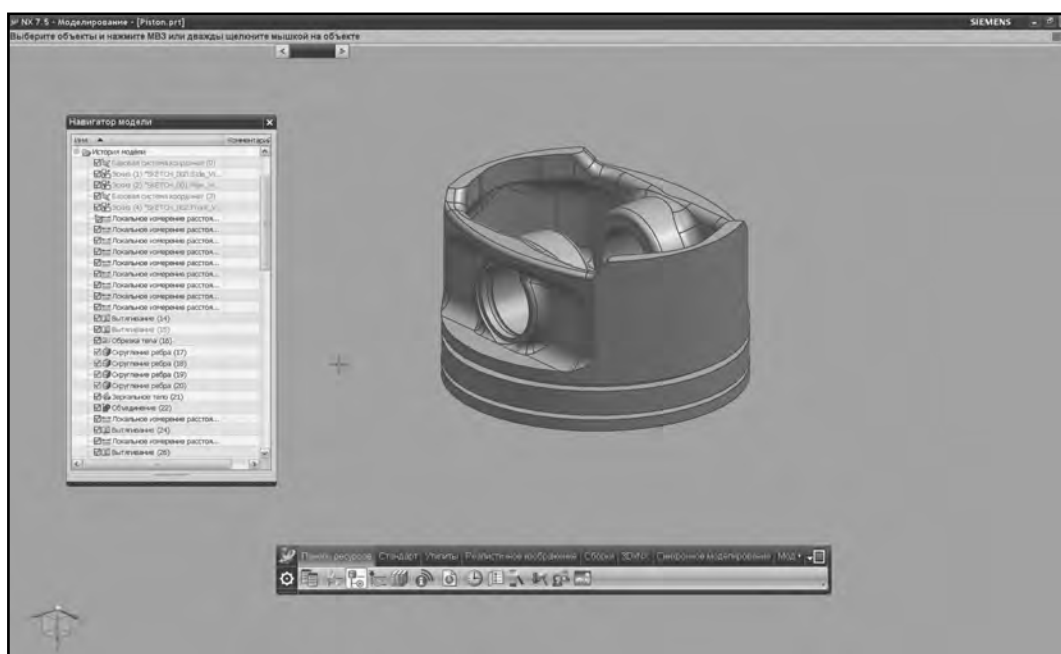

Рисунок 1.3 Полноэкранный режим
В данном случае NX работает в «классическом» режиме, характерном для всех Windows приложений. Существует ещё один режим – полноэкранный (рис. 1.3), переключаемый кнопкой (7). Основное назначение данного режима – максимально расширить графическую область и минимизировать количество отображаемых панелей инструментов и меню. Помимо кнопки (7), переключиться в полноэкранный режим можно, нажав **Alt+Enter** или выбрав в строке главного меню команду **View > Full Screen (Вид > Полный экран)**.